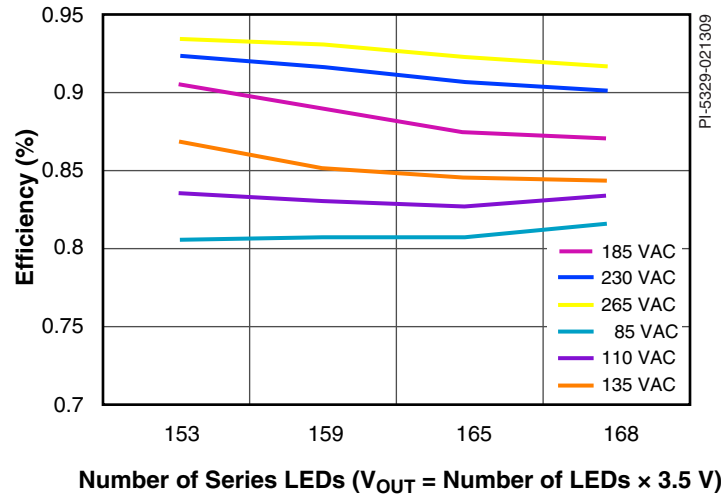

图2. 效率随输入电压和灯串中LED灯数的变化
- 在整个工作电压范围内的效率都非常高(>80%)，(见图2)